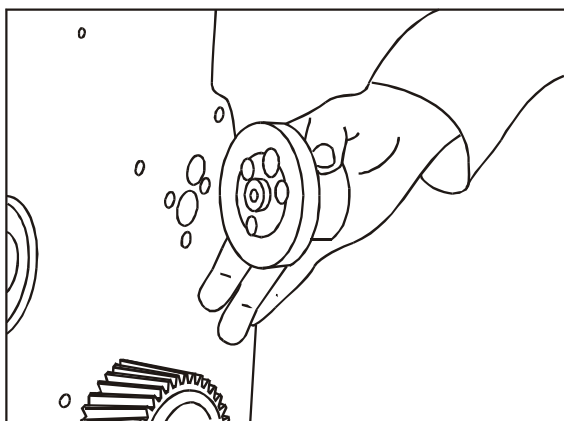

FIG 13
4. Monte o eixo da engrenagem intermediária e posicione corretamente o furo de lubrificação **Fig. 13**.